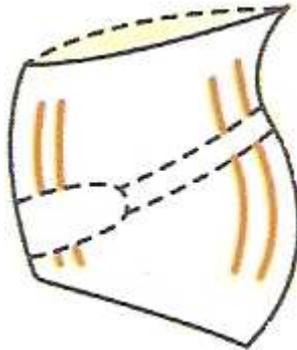

Figure 28 : CMAL montante au dos avec emboitage munie d'une patte hypogastrique MN ⁽²⁷⁾
- CMAL montante au dos avec emboitage munie d'une patte hypogastrique MN ou GM. Prévues pour les femmes avec proéminence abdominale afin de maintenir le tablier antérieur (Figure 28).